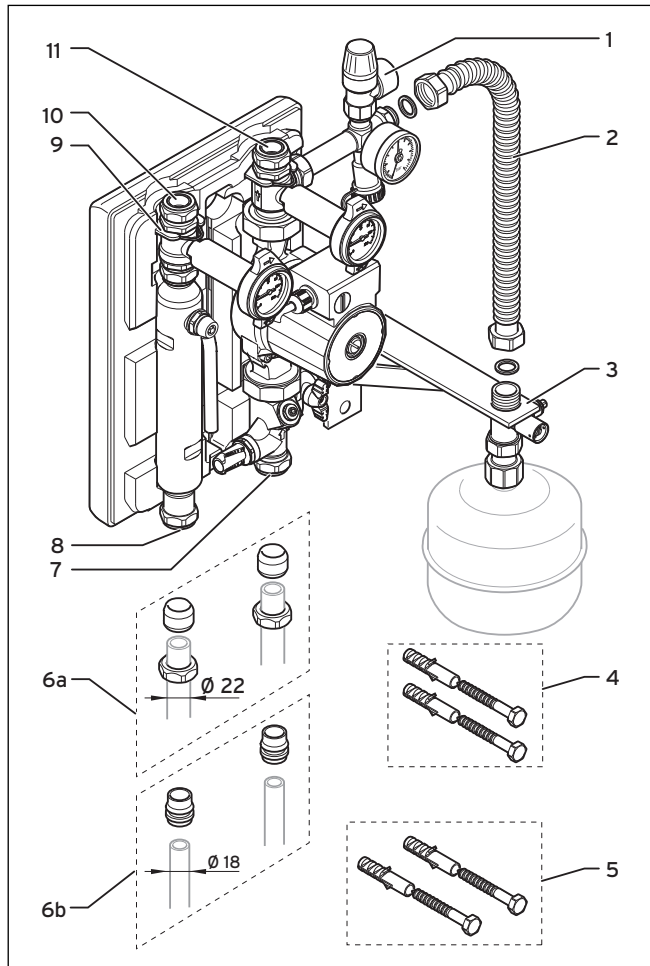

Bild 3.1 Leveransomfattning för solarstationen
- Montera solarstationen med pluggar och skruvar (→ Bild 3.1, pos. 5) på väggen.
I stället för kopparrör med 22 mm diameter kan du också ansluta rör med 18 mm diameter. I så fall använder du de medföljande reducerstyckena (→ Bild 3.1, pos. 6b) med inbyggd klämring.
- Förbind framledningsröret (→ Bild 3.1, pos. 10) med utloppet från solfångarna.
- Förbind returröret (→ Bild 3.1, pos. 11) med tilloppet till solfångarna.
- Anslut returröret till tanken (→ Bild 3.1, pos. 7) till returröret på solarstationen.
- Anslut framledningsröret till tanken (→ Bild 3.1, pos. 8) till framledningsröret på solarstationen.
- Montera säkerhetsgruppen (→ Bild 3.1, pos. 1) vid kopplingshylsan i returröret (→ Bild 3.1, pos. 11).
- Montera den korrugerade slangen (→ **Bild 3.1**, pos. 2).